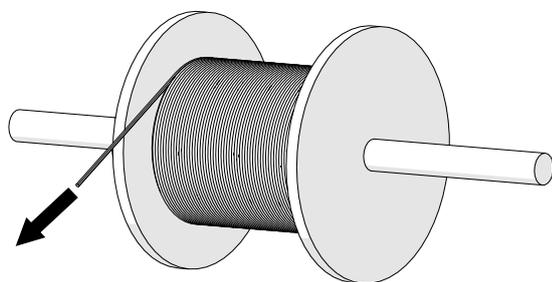

Abb. 15: Heizleiterende von Spule abwickeln
- Das Ende des Heizleiters von der Spule wickeln (siehe Abb. 15) und am Einspeisepunkt der Heizung durch die Hohlkammer des Isolierprofils geradlinig zum nächsten Einspeisepunkt ziehen, bevor die Verbindter 0812 und die Einspeisungen 0812 (siehe Kapitel 2.3.2) montiert werden (siehe Ablauf/Organisation des Einzugvorganges).